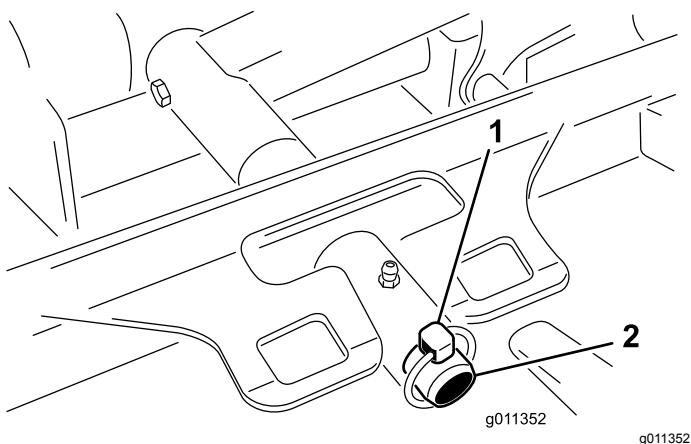

Figura 98
3. Retire el pasador de seguridad (para máquinas Groundsmaster 4500) o la tuerca de retención (para máquinas Groundsmaster 4700) que sujetla el bastidor de tiro de la carccha a la barra de giro del brazo de elevación (Figura 98).
2. Deslice el bastidor de tiro de la carccha sobre el pasador de giro del brazo de elevación (Figura 98). Sujete la carccha al pasador con el pasador de seguridad (para máquinas Groundsmaster 4500) o la tuerca de retención (para máquinas Groundsmaster 4700).